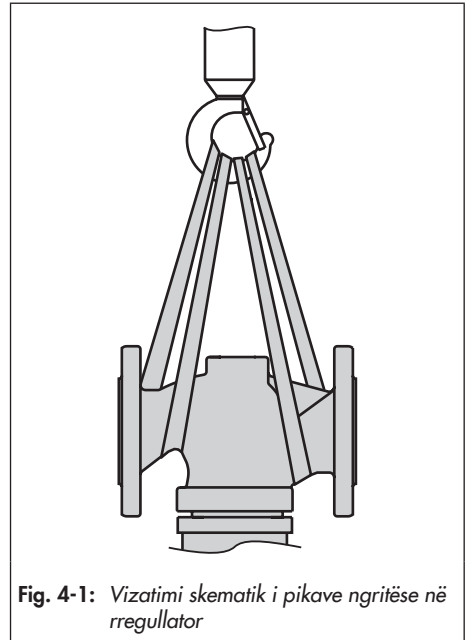

Fig. 4-1: Vizatimi skematik i pikave ngritëse në rregullator
- Përdorni një çengel me shul sigurie për të fiksuar rripat kundër rrëshqitjes ngjatë ngritjes dhe transportimit (shihni Fig. 4-1).
1. Lidhni një rrip në secilën fllanxhë të trupit dhe në mjetin ngritës (p.sh. çengel) të vinçit ose pirunit (shiko Fig. 4-1).